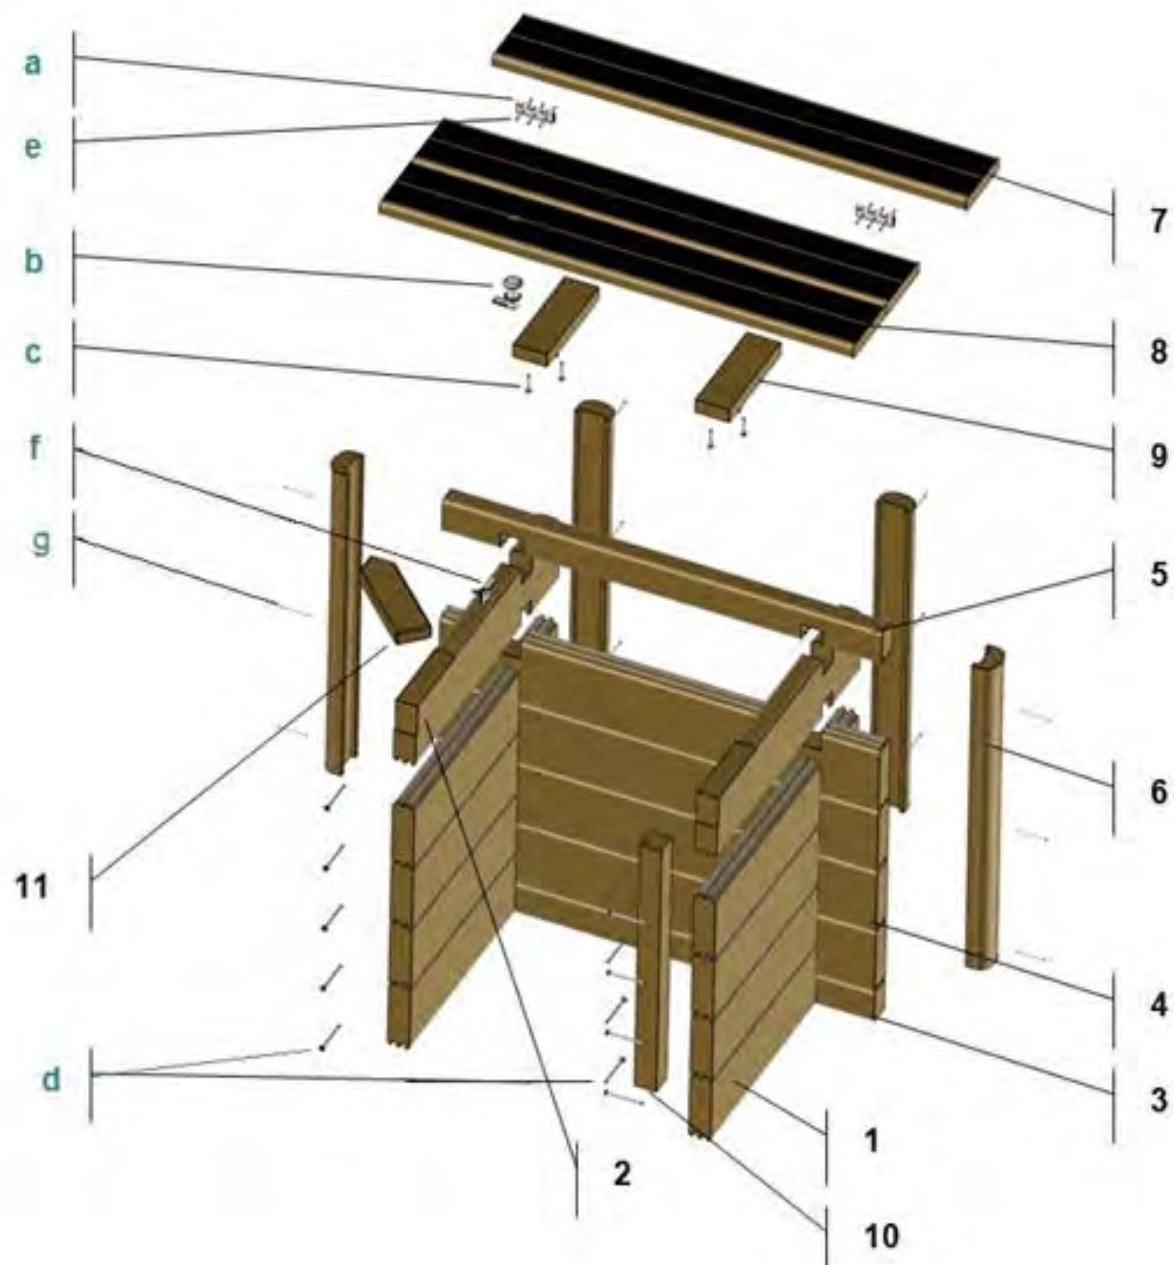
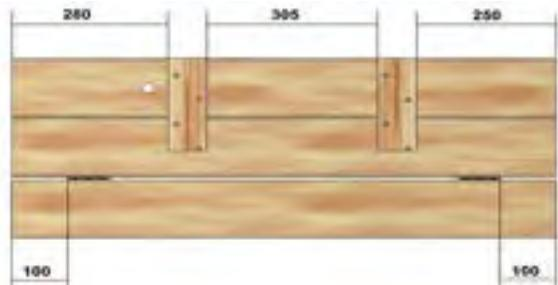

Figura 59 – Vista esplosa del vano di copertura
Figura 66 – Montaggio del decking
Per finire, fissare la tacchetta da 45×45 mm (codice n. 10 in *Figura 59*) in posizione utilizzando 4 viti torx a testa svasata 5×80 filettate oltre 50 mm (d). Questa bitta dovrebbe essere a filo con l'estremità delle lamelle del vano di copertura.
La parte angolare fornita con la confezione in legno della tua piscina Urban è rettangolare. Dopo aver installato il bordo del vano di copertura, uno spazio triangolare sarà lasciato vuoto. Per evitare questa situazione, sostituire questa parte con l'estremità appuntita racchiusa nel vano di copertura (parte n. 1 Figura 59).
- Fissare la tacchetta (parte n. 10 in Figura 59) alle doghe in legno della piscina mediante tre viti Torx svasate 5 x 80 filettate oltre 50 mm (d);
Utilizzando 3 viti a testa svasata 4×35 per cerniera, montare le due cerniere sul bordo di un modulo di copertura per decking lungo 97,5 cm (codice n. 7 in *Figura 59*) nelle posizioni indicate in *Figura 66* .
Unire i due moduli di bordi da 97,5 cm rimanenti (uno dei quali è stato forato per trattenere il lucchetto) insieme con tasselli fissati dal basso. Utilizzare due viti torx 5×40 a testa svasata, filettate oltre 25 mm per strozzatore e per stecche, per un totale di 8 viti (c), prestando attenzione alla posizione della sede della serratura e alle dimensioni indicate in *Figura 66* , e lasciando uno spazio di 2 mm tra i due bordi.
Il meccanismo di bloccaggio del portello è composto da un cilindro di blocco, una camma di blocco da montare all'estremità del cilindro di blocco e una piastra di battuta da montare sulla stecca del pozetto di copertura lavorata per trattenere il blocco (parte n. 2 in *Figura 59*).